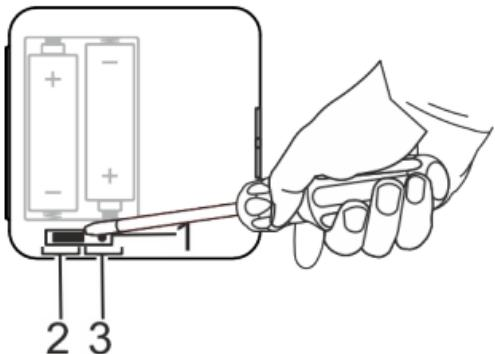

Abb. 7: Kurzschlussbrücke anheben
2. Die Kurzschlussbrücke (Abb. 7/1) im Gehäusedeckel mit einem Schlitzschraubendreher anheben.
3. Die Kurzschlussbrücke (Abb. 7/1) auf die PID-Position (Abb. 7/3) stecken.